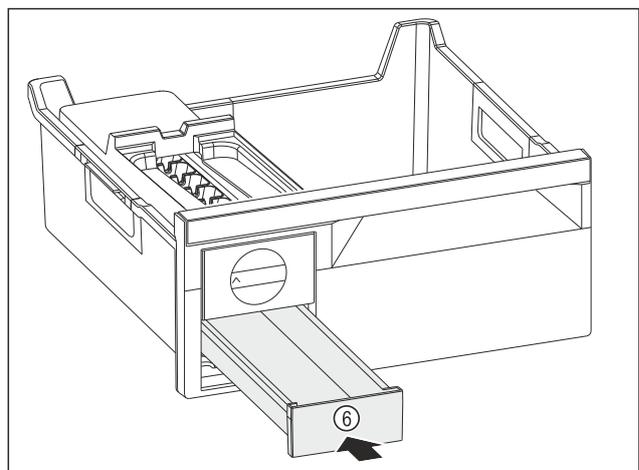

Fig. 101
- ▶ Introducir el cajón para cubitos de hielo Fig. 101 (6).